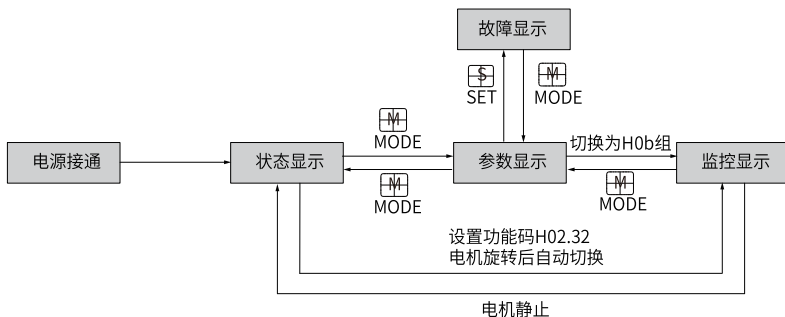

图5-3 面板各类型显示切换方法示意图
- 按“MODE”键可在不同显示模式之间切换，切换条件如第49页“图5-3”所示。